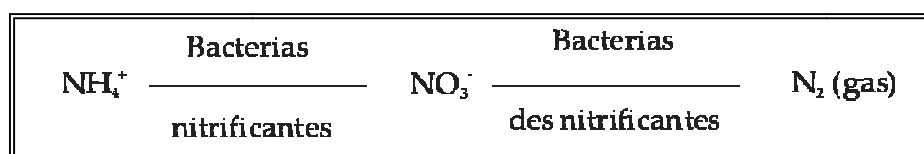

Figura 15. Procedimiento típico para eliminar el nitrógeno en una EDAR.
*Hay que tener en cuenta que durante el tratamiento biológico, la mayor parte del nitrógeno se transforma en  $\text{NH}_4^+$ . Este  $\text{NH}_4^+$  con bacterias nitrificantes se transforma en  $\text{NO}_3^-$ . Y el  $\text{NO}_3^-$  con bacterias anaerobias desnitrificantes se transforma en  $\text{N}_2$  gas que se desprende a la atmósfera (figura 15)*